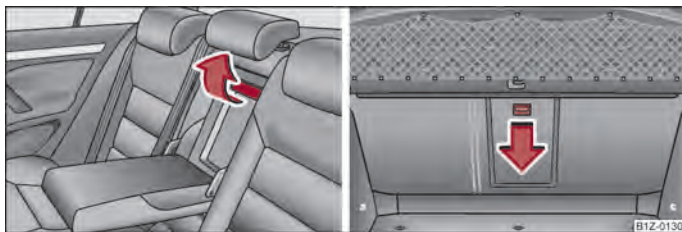

Fig. 87 Scaunele din spate: Mănerul capacului/Portbagajul: Tasta de deblocare
- Trageți mânerul până la limită în sus și rabatați capacul în jos ⇒ fig. 87 - stânga.
- Împingeți tasta de deblocare ⇒ fig. 87 în jos și rabatați capacul (cu cotiera) în față.